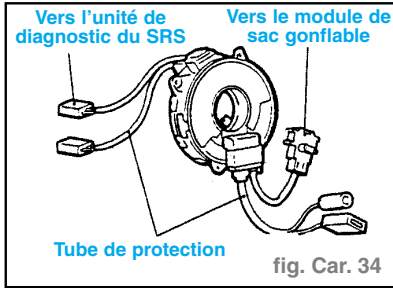

fig. Car. 34
- Vérifier si les connecteurs de l'unité de contact et le tube de protection ne sont pas endommagés, et si les bornes sont déformées. (fig. Car. 34)